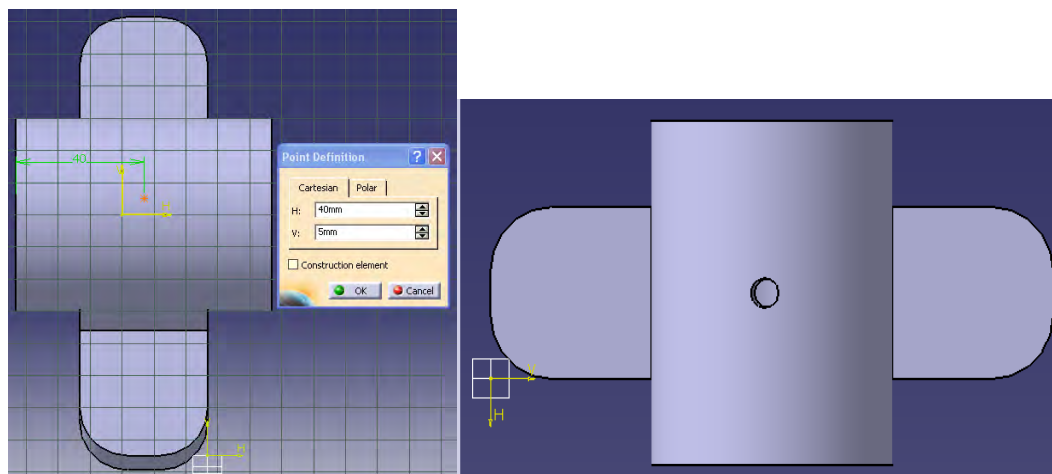

Figura 4.38: POINT DEFINITION
13.- Para posicionar y centrar el agujero se selecciona el borde de fuera antes de pinchar sobre la cara así el centro del agujero queda posicionado coincidente con el centro del borde. (Ver figura 4.38).